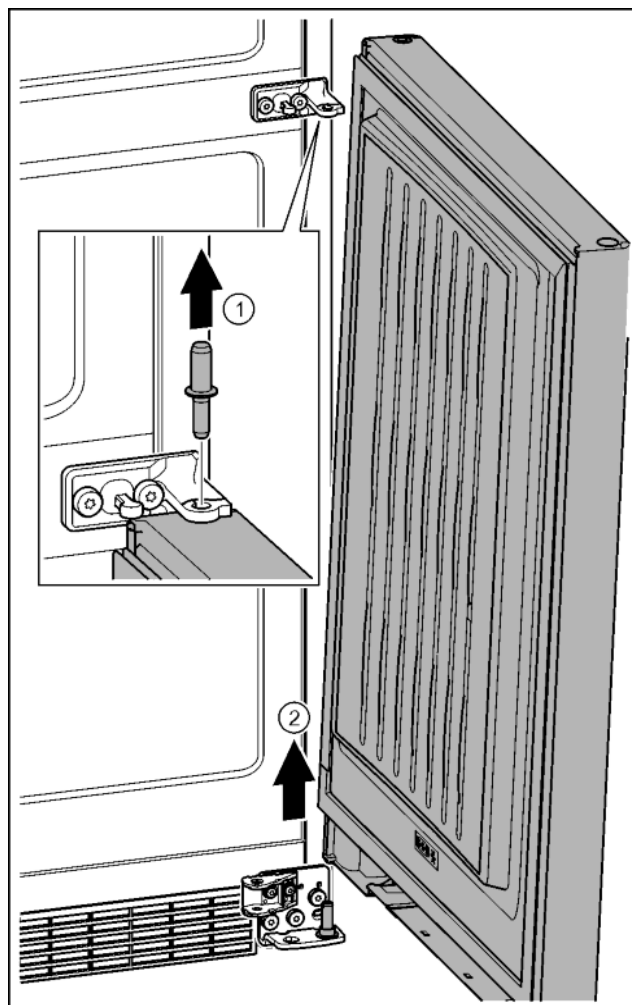

Fig. 23
- ▶ Извлекь пальцы движением вверх. Fig. 23 (1)
- ▶ Отклонить дверь, приподнять вверх и отставить в сторону. Fig. 23 (2)